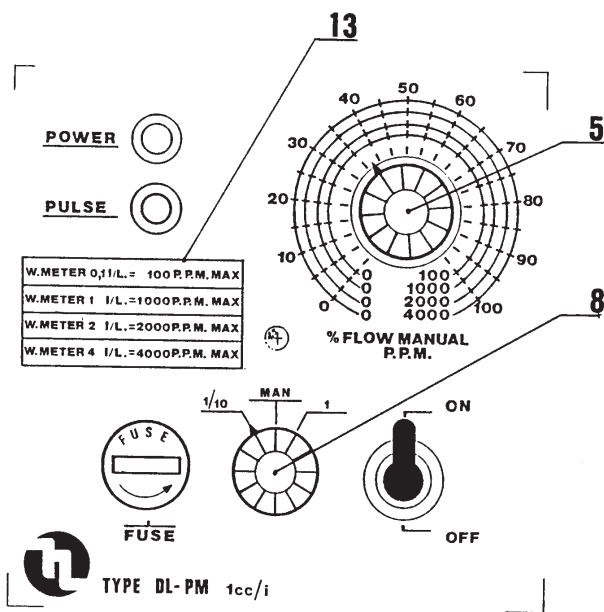

Fig. 41
ESEMPIO: su un impianto abbiamo una pompa DL-PM 10-10 1 cc per iniezione, (in fig. 41 è riportato il PANNELLO DI COMANDO) ed un contatore da 1 imp/l, dobbiamo iniettare 300 p.p.m. di additivo. Dalla TABELLA CONTATORI 13 si nota che la massima portata di questa pompa con questo contatore è di 1000 p.p.m. (MANOPOLA REGOLAZIONE 5 a fondo scala e COMMUTATORE 8 sulla posizione 1), per cui è sufficiente posizionare la MANOPOLA 5 sul valore 30 per ottenere 300 p.p.m. Se dovessimo invece dosare 60 p. p. m. dovremmo posizionare la MANOPOLA DI REGOLAZIONE P.P.M. su 6, per una maggiore regolabilità e precisione è invece opportuno posizionare il COMMUTATORE DI PORTATA 8 su 1/10 e la MANOPOLA DI REGOLAZIONE P.P.M. (5) su 60.